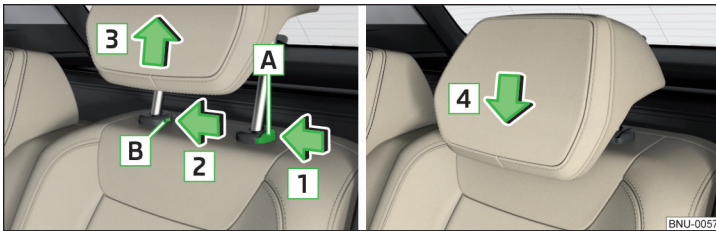

Abb. 98 Kopfstütze hinten herausnehmen/einsetzen
- Die Sicherungstaste **A** in Pfeilrichtung **1** halten, gleichzeitig mit einem Schlitzschraubendreher (mit einer Breite von max. 5 mm) die Sicherungstaste in der Öffnung **B** in Pfeilrichtung **2** drücken und die Stütze in Pfeilrichtung **3** herausnehmen » Abb. 98.
Bei VarioFlex-Sitzen kann die herausgeschobene Kopfstütze aus der mittleren Sitzlehne nur dann herausgenommen werden, wenn die Sicherungstaste **A** » Abb. 98 gehalten wird.